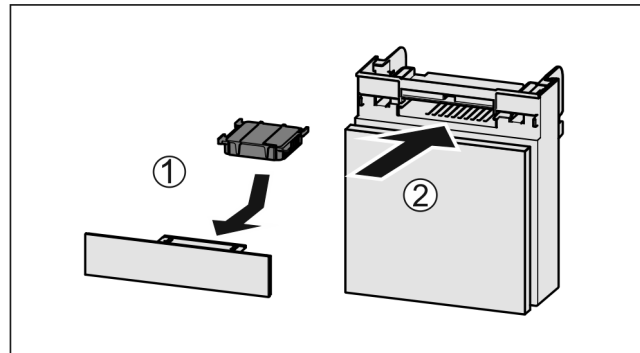

Fig. 73
- Actiefkoolfilter overeenkomstig afbeelding aanbrengen Fig. 73 (1).
- Lade erin schuiven Fig. 73 (2).